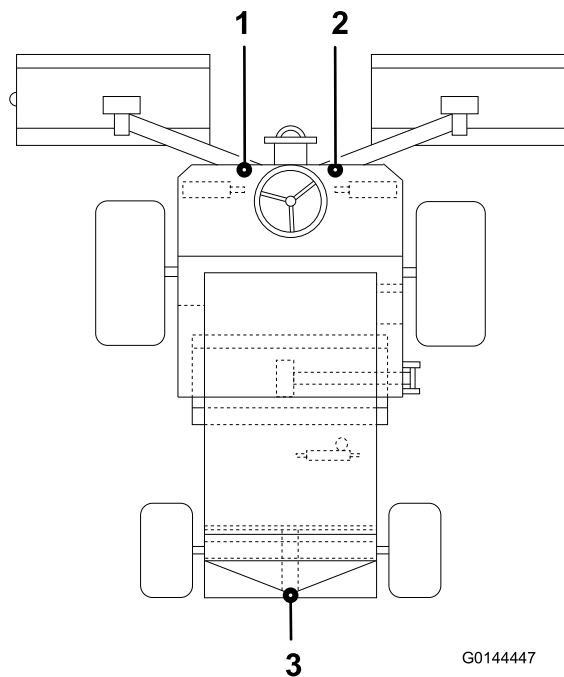

**Bild 48**
2. Bauen Sie das Ablagefach mit den drei Handrädern und den drei Unterlegscheiben in die Maschine ein (**Bild 48**).